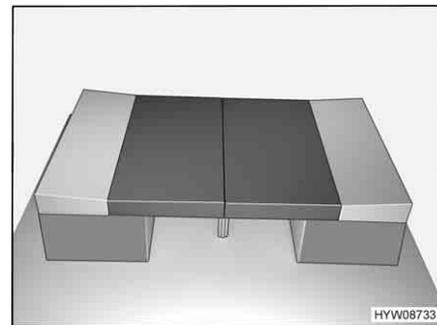

Fig. 94 Después de la transformación
- Colocar los cojines del respaldo entre los cojines del asiento y la pared (véase Fig. 94).